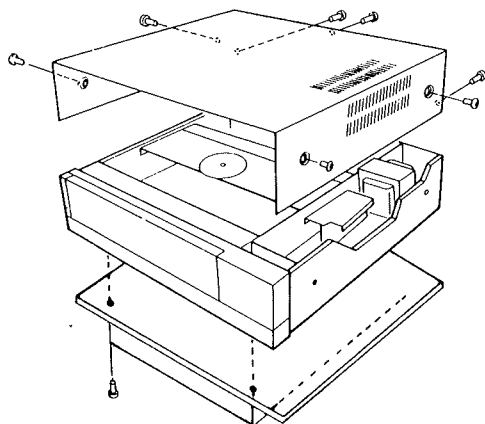

Fig.1
1. Déposer le coffret et la plaque de fond. (Fig. 1)
1. Déposer le coffret. (Fig. 1)